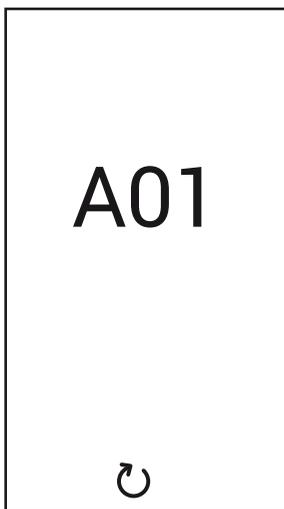

fig. 5
**Anomalia tipo A (fig. 5):** Per sbloccare la caldaia in presenza di questo tipo di anomalia è necessario premere il tasto  fino alla comparsa della scritta “Confirm?”. Successivamente confermare con il tasto .